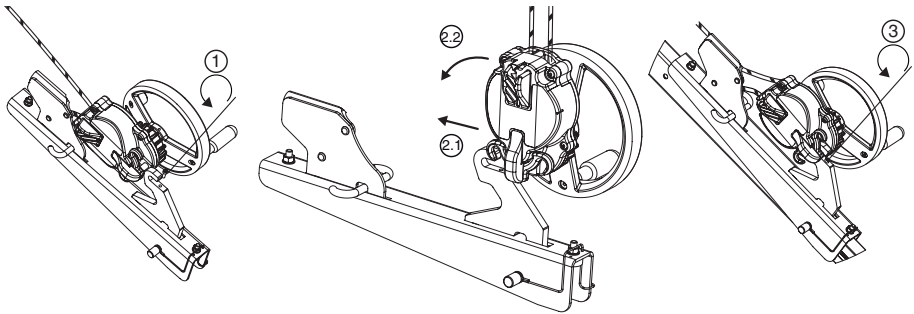

Fig. 8
**6.3.4. Aparato Derope™ UP R (Fig. 8, 9 y 10)**
El aparato Derope™ UP R debe ser fijado en la pata del trípode trapcode de Tractel® como está indicado en la Fig. 8. Cualquier otra fijación en otro punto del trípode trapcode de Tractel® está prohibida.
1. Destornillar el tornillo de bloqueo del gancho de enganche de la consola para aparato Derope™ UP R (Fig. 8,1).
2. Colocar el aparato Derope™ UP R en el gancho de enganche (Fig. 8, 2.1 – 2.2).
3. Volver a atornillar el tornillo de bloqueo para impedir que el aparato se despegue de su consola (Fig. 8, 3) y verificar que está bien colocado y apretado.